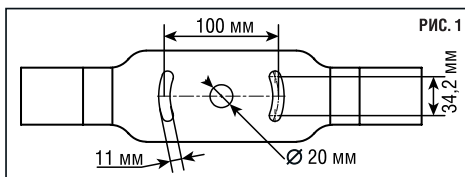

РИС. 1
1. Необходимо прочно закрепить кронштейн светильника на поверхности при помощи минимум двух анкерных болтов M8 или M10. Расстояния монтажных отверстий кронштейна указаны на рис. 1.